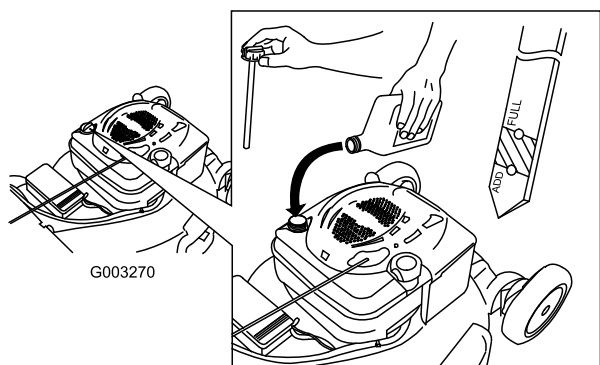

Figure 10
1. Retirez la jauge, essuyez-la sur un chiffon et remettez-la dans le goulot de remplissage (Figure 10).
2. Sortez de nouveau la jauge et contrôlez le niveau d'huile (Figure 10). Si le niveau n'atteint pas le repère minimum (Add) de la jauge, versez **lentement** suffisamment d'huile dans le goulot de remplissage pour faire monter le niveau au repère maximum (Full). **Ne remplissez pas excessivement.** (Remplissage max. : 0,59 l, type : huile détergente SAE 30 de classe de service API SF, SG, SH, SJ, SL ou supérieure.)